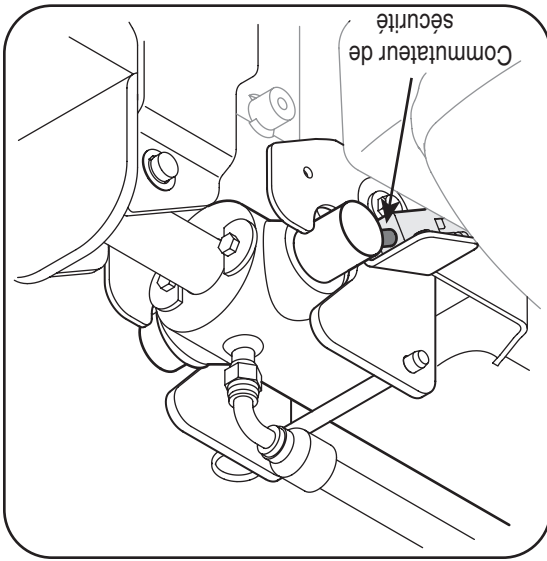

Figure 4-3
2. Utilisez la poignée pour faire glisser le cylindre vers l'arrière, vers la position de blocage. Embraquez le commutateur de sécurité et remettez la goupille de blocage en place. Voir la Figure 4-3.
Il a pour but d'empêcher la mise en marche du moteur si le cylindre n'est pas en position bloquée. Voir la Figure 4-3 quant à l'emplacement du commutateur de sécurité.